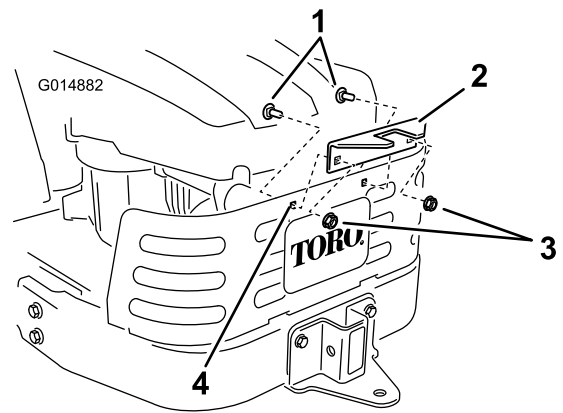

Bild 13
4. Montieren Sie den Rahmen des Heckfangsystems an der Stützhalterung. Befestigen Sie den Rahmen des Heckfangsystems mit einem Lastösenbolzen (1/2 x 2-1/4 Zoll) und einem Splint (Bild 13).